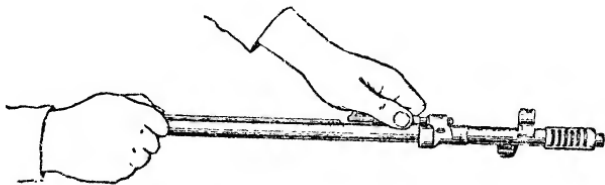
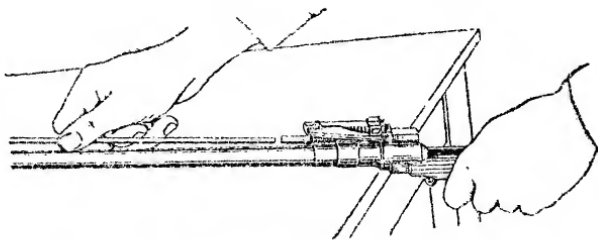

Рис. 68. Отделение газового цилиндра
Рис. 69. Отделение толкателя со штоком
6. Отделить газовый цилиндр, шток и толкатель стебля затвора: положить ствол прицелом вверх, удерживая левой рукой газовый цилиндр на патрубке; правой рукой подать шток доотказа назад, отвести его передний конец немного в сторону, а левой рукой снять газовый поршень с патрубка (рис. 68); подавая правой рукой шток вперед, вынуть его из гнезда толкателя затвора (рис. 69), затем вынуть вперед из отверстия ствольной коробки толкатель затвора с пружи-